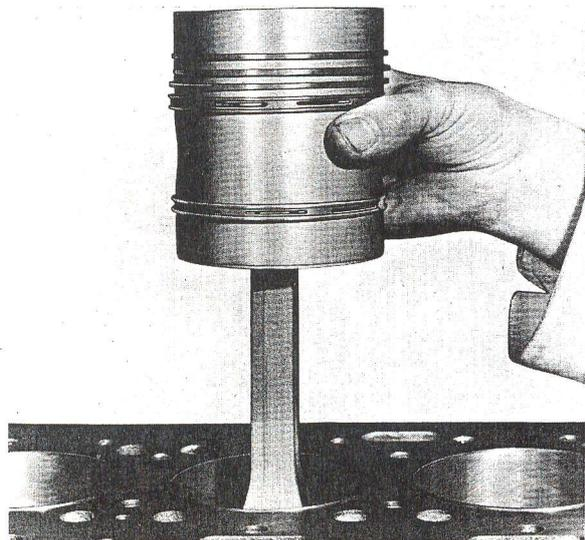

Fig. H2 — Dépose de l'ensemble piston-bielle.
5. Sortir pistons et bielles par le haut des cylindres (fig. H2).